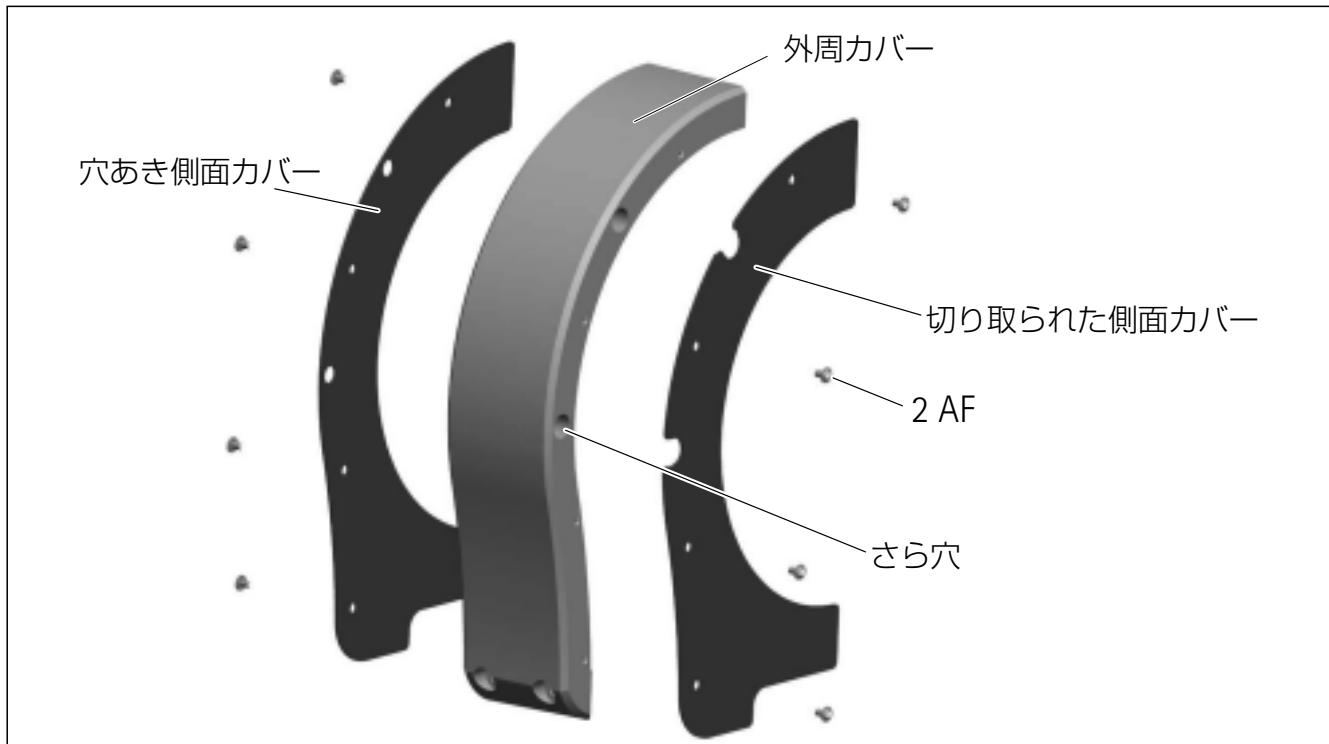

図6.7：カバーの取付け
4. 外周カバー上に側面カバーをねじで締結する。(六角ソケット、2AF：締めつけトルク MA=1N·m) さら穴がある外周カバーの側面に、切り取りがされた側面カバーを取り付ける必要があります。(図6.7参照)